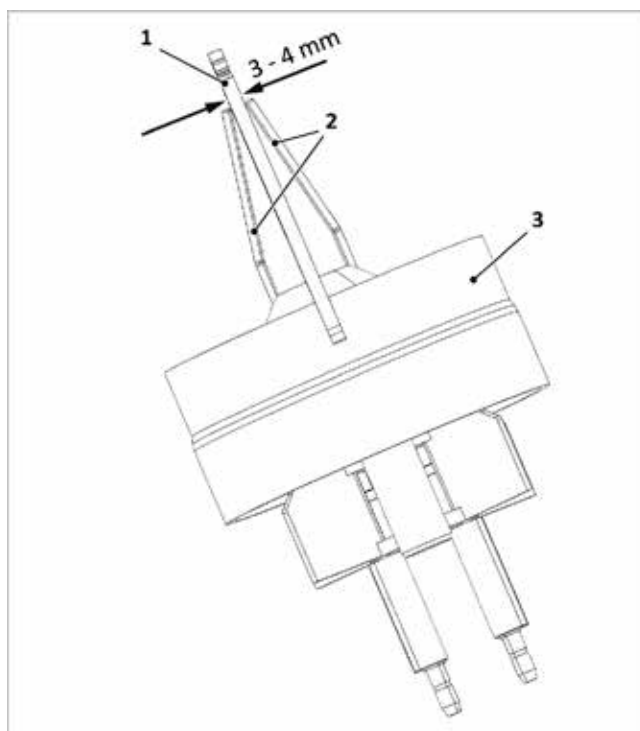

Fig. 143 : contrôle de l'écartement entre les électrodes d'allumage
- Contrôler l'écart entre les électrodes → conformément à la fig. 143 et le corriger par flexion le cas échéant.